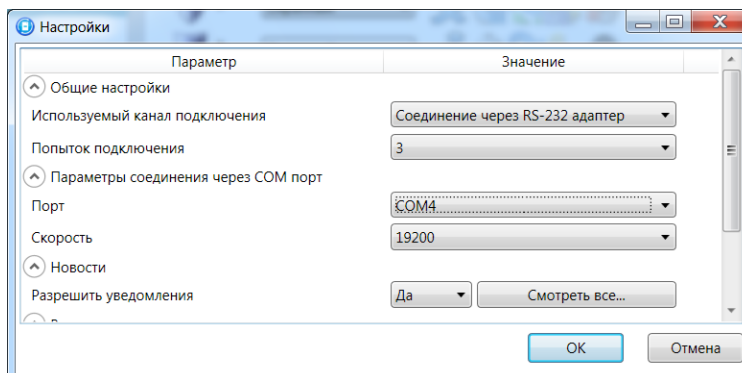

Рис. 7.1. Окно *Настройки*
2. Щелкните левой кнопкой мыши по меню *Настройки* в основном окне программы *Конфигуратор Профессионал*, в результате чего откроется окно *Настройки* (рис. 7.1).